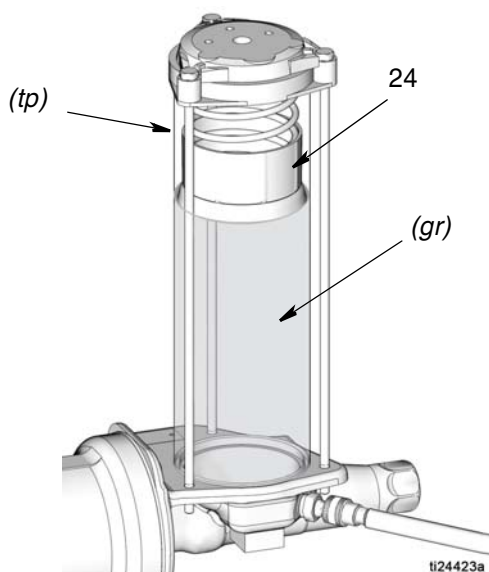

FIG. 5
3. Introduire doucement de la graisse de la pompe de remplissage dans le réservoir jusqu'à ce que la graisse dans le réservoir soulève la plaque d'appui (24) au-dessus du trop-plein du réservoir (tp) et que de la graisse sorte du trop-plein (tp) et évacue l'air contenu dans le réservoir (FIG. 5).
**REMARQUE :** Le trop-plein (*tp*) se trouve à l'arrière du réservoir et n'apparaît pas dans la FIG. 5. L'emplacement approximatif du trop-plein est indiqué par les lettres *tp* dans l'illustration.